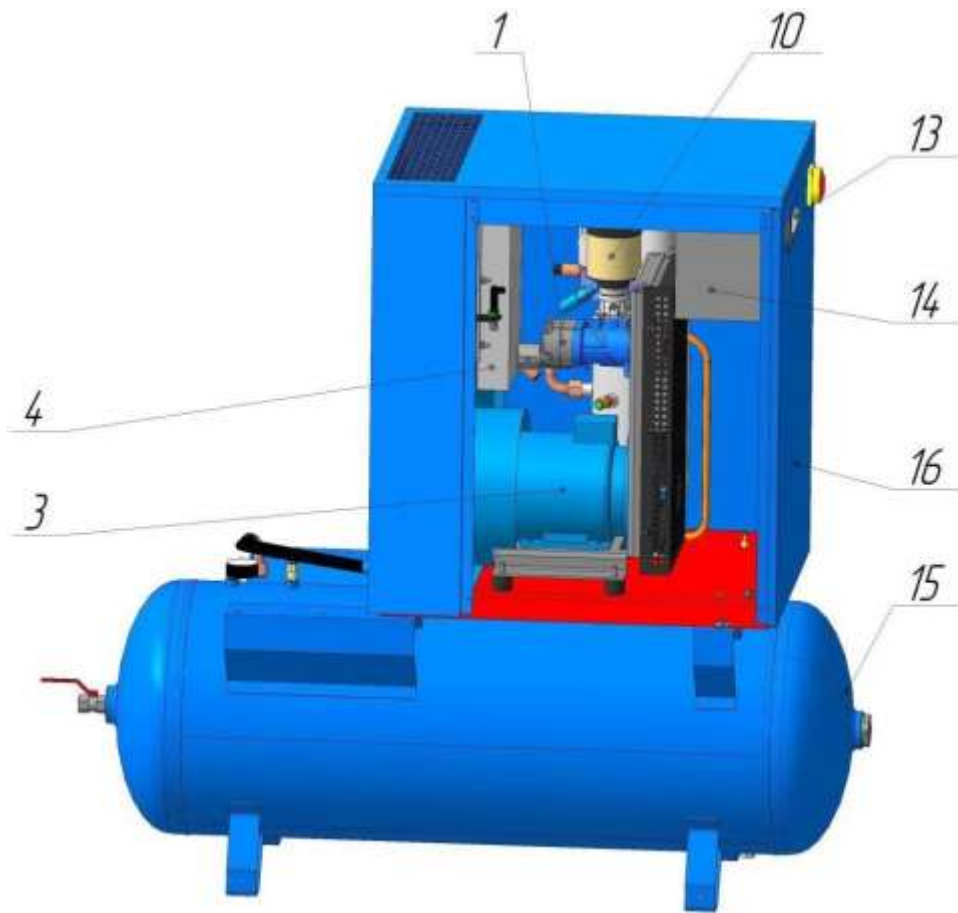

Рисунок 2 – Общий вид компрессорной установки VK5T-...-270, VK7T-...-270, VK10T-...-270
**15 – Ресивер воздушный** (см. рисунок 2) предназначен для сбора сжатого воздуха (управление компрессором осуществляется по избыточному давлению, создаваемому в ресивере или пневмомагистрале), устранения пульсации давления, предварительного отделения конденсата и масла. Ресивер одновременно является корпусом, на котором смонтированы агрегаты компрессорной установки.